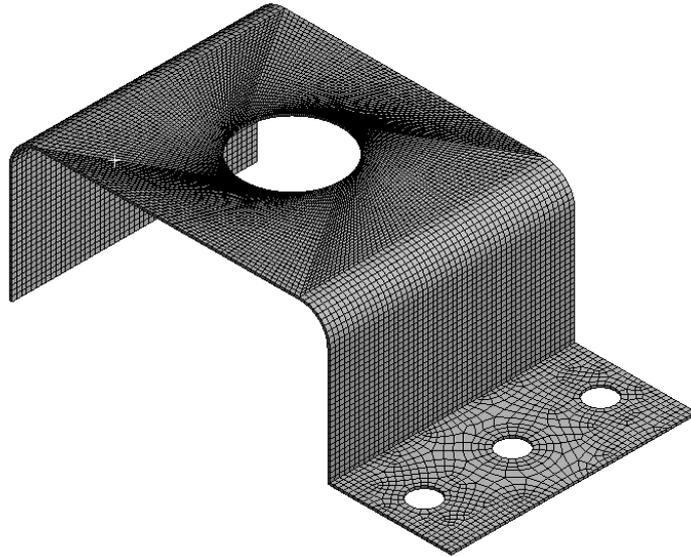

Рис. 17. Генерация сеточной модели
12.4. Нажимаем ПКМ на *Mesh* и выбираем *Generate mesh*. Готовая сеточная модель представлена на рис. 17. Закрываем окно блока *Model*.